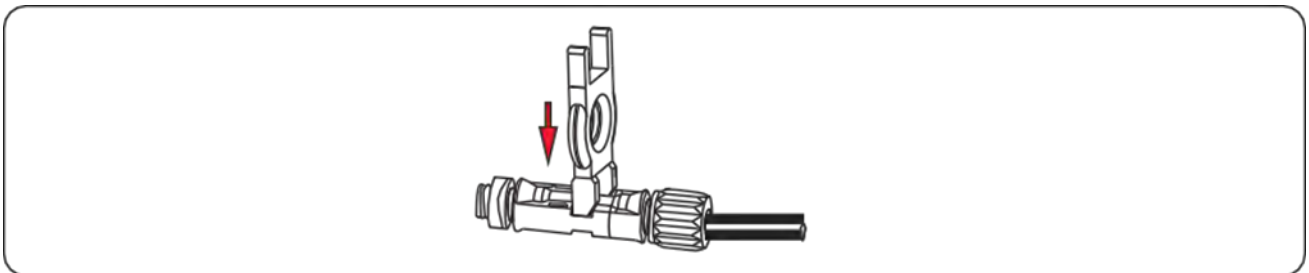

Figura 8.1 Rimozione del connettore di ingresso CC
**Fase 1:** Scollegare tutti i cavi dall'inverter, compresi i cavi di comunicazione, i cavi di alimentazione di ingresso CC, i cavi di alimentazione di uscita CA e i cavi PGND, come mostrato nella Figura 8.1